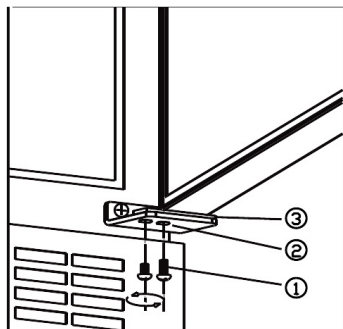

fig. 8.1
- Démontez les vis (1). **SOUTENEZ LA PORTE !** Voir fig. 8.1.